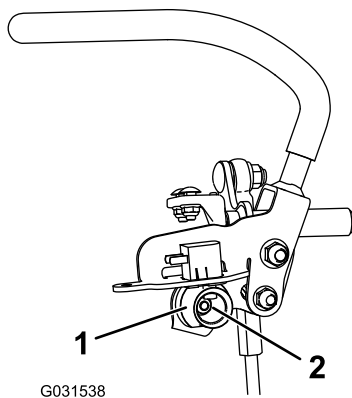

**Figure 68**
3. Abaissez les leviers de commande de déplacement hors de la position de VERROUILLAGE AU POINT MORT (Figure 68).
4. Vérifiez si le levier de commande de déplacement droit s'aligne horizontalement sur le levier de commande de déplacement gauche (Figure 68).